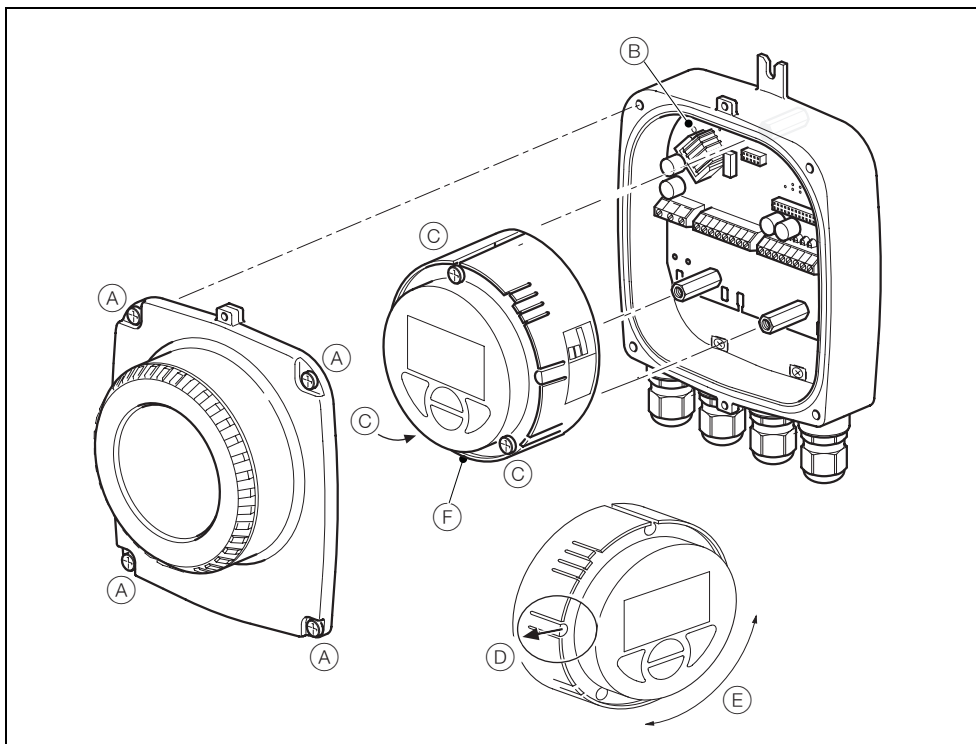

Fig. 4.8 Accès aux bornier du transmetteur
En ce qui concerne la Fig. 4.8 :
1. Assurez-vous que le type d'alimentation de la cartouche convient en vérifiant l'étiquette (A) située sur le côté de la cartouche :
2. Alignez les trois vis de la cartouche (B) avec les trous taraudés du boîtier de la cartouche et serrez les vis avec précaution afin de positionner la cartouche dans son emplacement.
3. Si nécessaire, faites tourner la cartouche dans le sens requis avant de replacer le cache (voir Fig. 4.8, page 20 pour plus de détails).